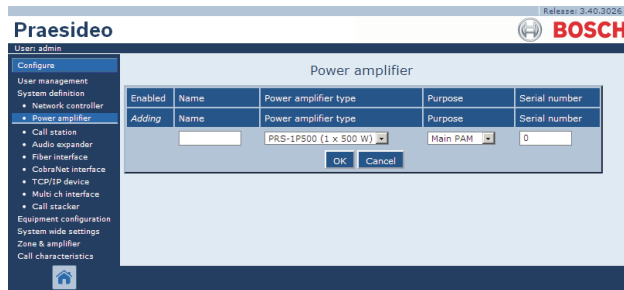

figura 43.5: Nuovo amplificatore di potenza, passaggio 2
- 2 Per aggiungere un nuovo amplificatore di potenza al sistema, fare clic sul pulsante *Add*. Nella cornice principale dell'interfaccia web, appare una schermata simile a quella in figura 43.5.